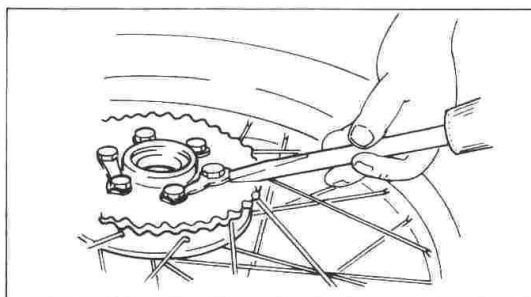

Fig. 5-6-4
4. During reassembly, make sure that sprocket and sprocket seat are clean. Tighten the securing bolts in a crisscross pattern. Bend the tabs of the lock washers fully against the securing bolt flats. (Fig. 5-6-4)
4. Lors du remontage, assurez-vous que le pignon et son logement sont propres. Serrez les écrous de fixation alternativement, en croisillon. Courbez les pattes des rondelles frein complètement contre les méplates de l'écrou de fixation. (Fig. 5-6-4)